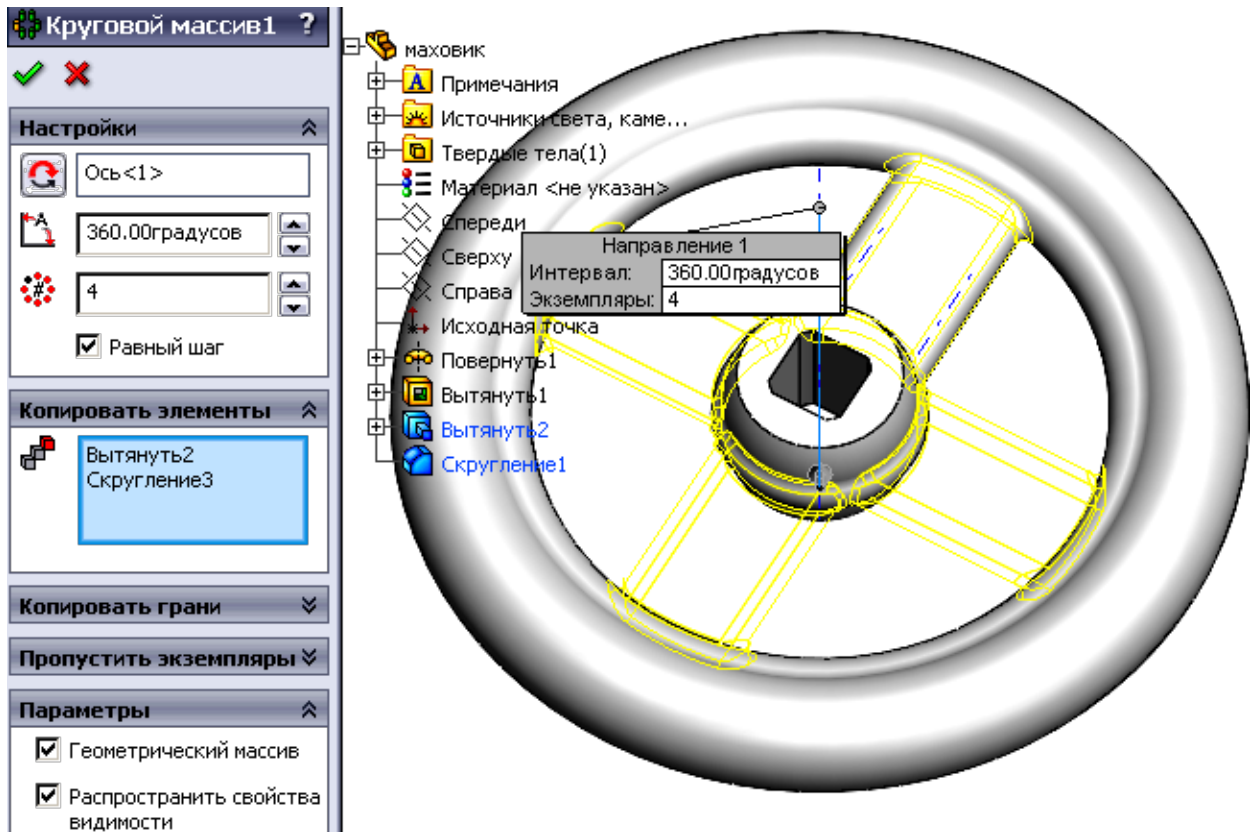
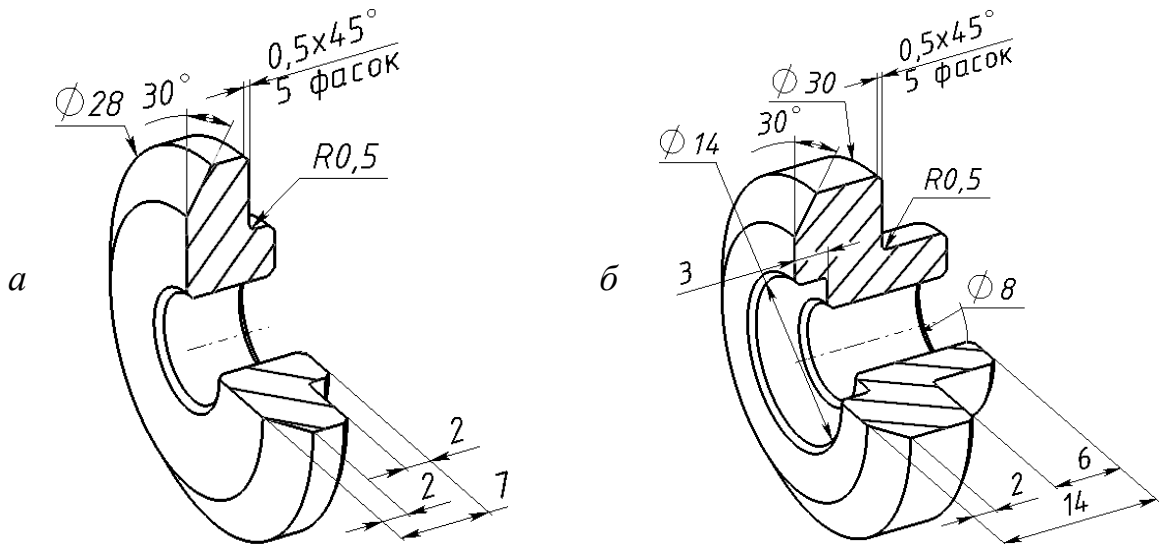

Рис. 15
Рис. 14
З метою ефективного використання засобів параметричного моделювання в програмі *SolidWorks* застосовуйте концепцію моделювання (задум проекту), запроповану на рис. 2. Створення циліндричної частини клапана відбувається за методом «Гончарный круг» ② (рис. 14, а); хрестовини – за допомогою методу «Многоэтажный торт» ① (рис. 14, а). Для побудови отвору під гвинт, сферичного вирізу й фасок застосовується метод
У складальній одиниці зворотного клапана використовуються дві тарілки, які відрізняються геометричними розмірами і наявністю в одній з них додаткового ступеня отвору (рис. 14). Система *SolidWorks* дозволяє створити кілька варіантів моделі тарілки в одному документі. Для цього застосовуйте конфігурації, щоб розробляти й керувати моделями різних розмірів, компонентів або інших параметрів.
При моделюванні деталі «Тарелка» використовуйте подані на рис. 14 розміри, а також концепцію моделювання (задум проекту), запропоновану на рис. 15, зокрема методи «Гончарный круг» ② і «Производственный» ③ (рис. 15, а, б). Якщо відобразити концепцію моделювання у вигляді окремих елементів зі списку в дереві конструювання *FeatureManager*, то вона буде виглядати як це зображено на рис. 15, в, г.